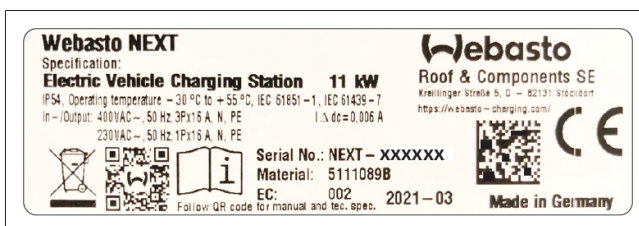

Fig. 1 Eksempel Webasto Next-typeskilt (11 kW-versjon)
- Oppgi detaljert informasjon om laderen i følgende format. Denne informasjonen finner du f.eks. på typeskiltet på laderen (se Fig. 1):